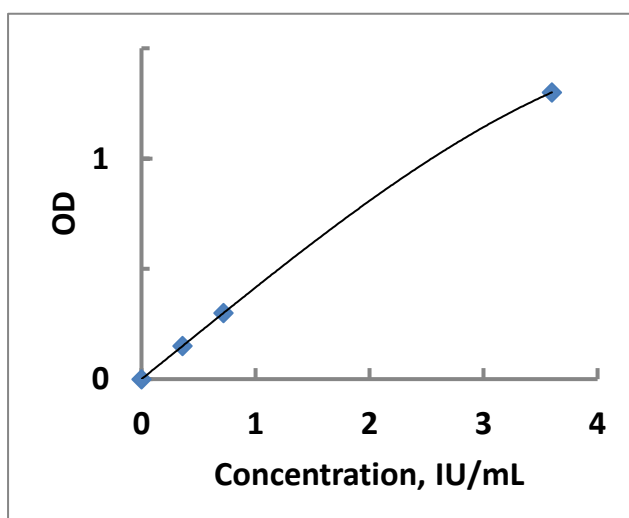
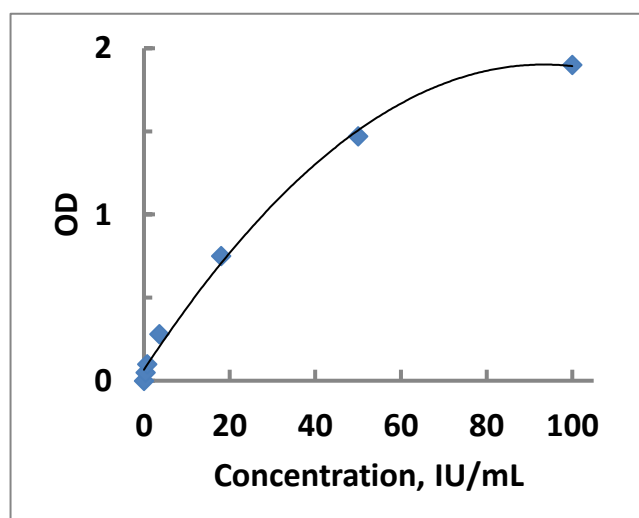

Figura 2A. Tipico esempio di curva standard a 450 nm
Figura 2B. Tipico esempio di curva standard a 405 nm
Per tracciare la curva #1 (vedere figura 2A), utilizzare i risultati di misurazione dei calibratori 0...3 alla lunghezza d'onda di 450 nm; per tracciare la curva #2 (vedere figura 2B), utilizzare i risultati di misurazione dei calibratori 0...6 alla lunghezza d'onda
- Utilizzare la curva standard # 1 (si veda la Figura 2A) se le DO del campione (a 450 nm) un minore o uguale al Cal 3;
- Utilizzare la curva standard # 2 (si veda la Figura 2B) se le DO del campione (a 450 nm) sono superiori a Cal 3.